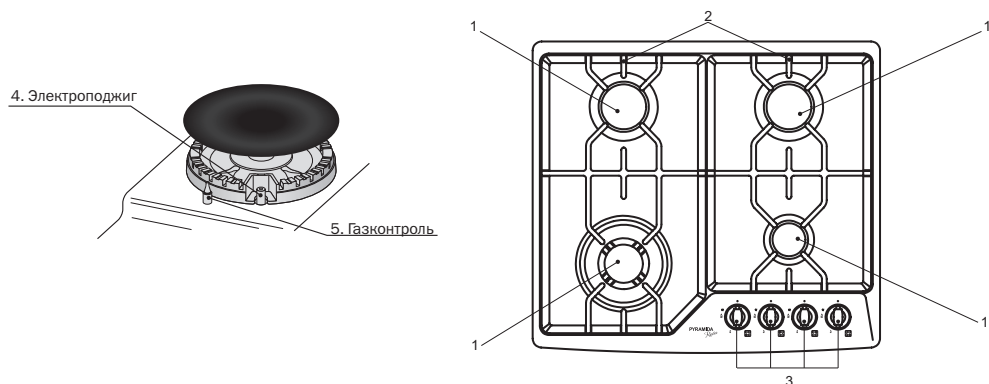

Рис. 11
- Модели с электроподжигом (Рис. 11) оснащены специальными газовыми кранами с функцией электрического поджига. В этом случае символ электроподжига «⚡» изображен около каждой ручки управления.
- Включение газовой горелки с газконтролем (Рис. 11). Нажмите и поверните ручку, соответствующую выбранной газовой горелке, против часовой стрелки к позиции «🔥» (сильное пламя). Когда газовая горелка воспламенилась, удерживайте ручку нажатой примерно 5-10 секунд, чтобы пламя нагрело термомолекулу газконтроля.